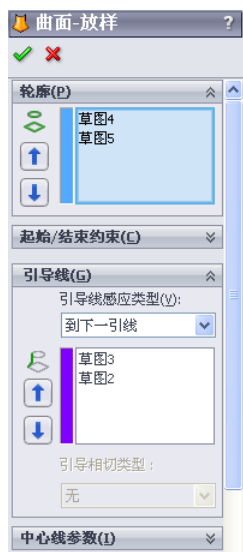
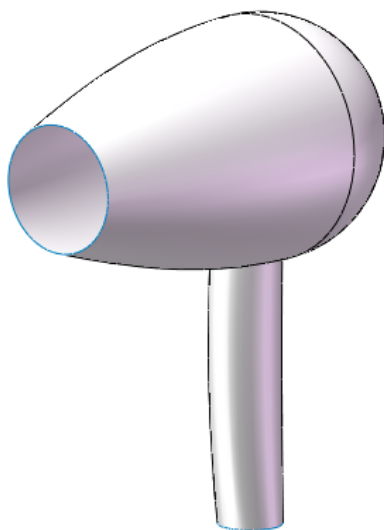

图 9-83 “曲面-放样”属性管理器
图 9-84 放样结果 1
(9) 放样曲面。选择菜单栏中的“插入”→“曲面”→“放样曲面”命令，或者单击“曲面”工具栏中的（放样曲面）按钮，此时系统弹出如图 9-83 所示的“曲面-放样”属性管理器。用鼠标选择草图 4 和草图 5 为放样轮廓，选择草图 2 和草图 3 为引导线，单击属性管理器中的（确定）按钮，隐藏基准面 1 结果如图 9-84 所示。